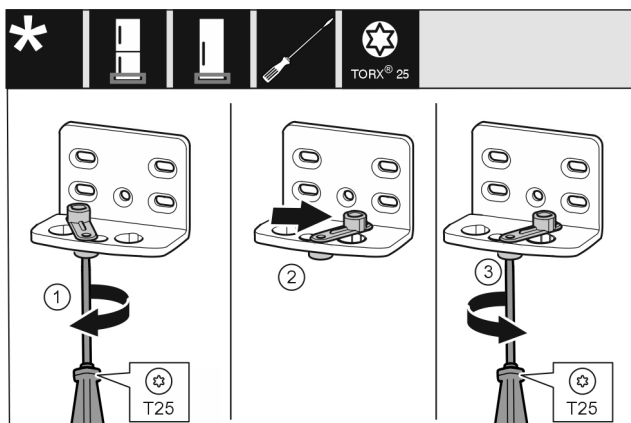

Fig. 17 \*
- Odvijačem labavo uvrnite vijak Fig. 17 (1).\*
- Podignite pomagalo za zatvaranje vrata Fig. 17 (2) i okrenite ga za 90° nadesno u provrt.\*
- Odvijačem pritegnite vijak Fig. 17 (3).\*